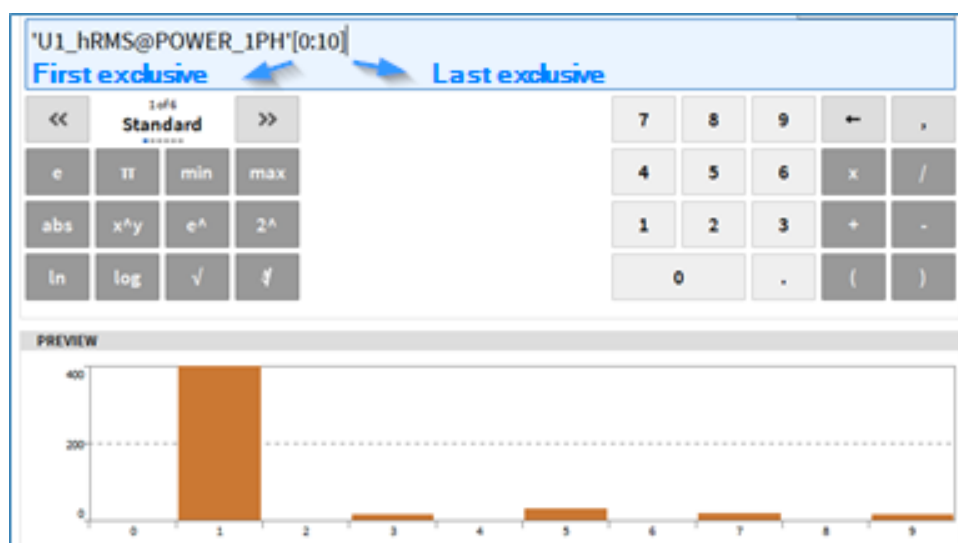

Abb. 7.79: Extraktion mehrerer benachbarter Elemente
- Beim Extrahieren mehrerer benachbarter Elemente der erste angegebene Index immer inklusiv und der letzte immer exklusiv ist (siehe Abb. 7.79)
- Extraktion mehrerer benachbarter Elemente (siehe Abb. 7.79). Die Ausgabe ist ein Array-Kanal mit der Anzahl der extrahierten Elemente als neue Dimension.